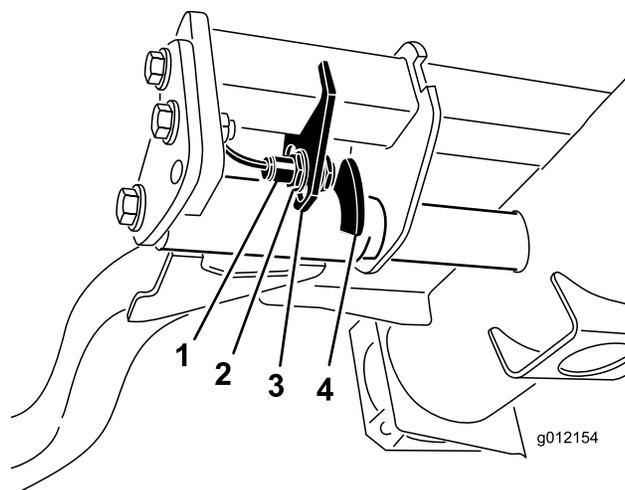

Figura 43
- L'interruttore del braccio di sollevamento è situato sotto il serbatoio idraulico, dietro il braccio di sollevamento anteriore destro (Figura 43).
- Allentate le viti di attacco dell'interruttore (Figura 43) e abbassate l'interruttore per aumentare l'altezza d'inversione del braccio di sollevamento,